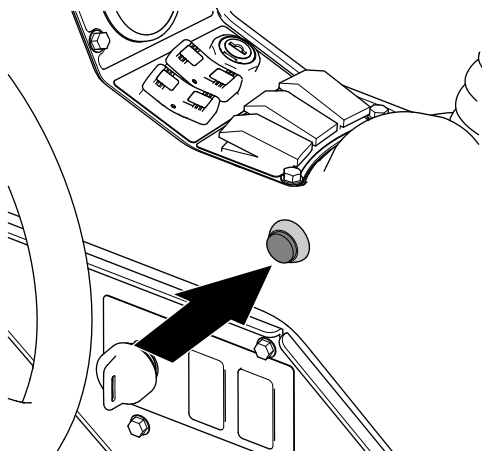

Figura 274
7. En la máquina, mueva el interruptor de sección maestro a la posición de ACTIVADO (). Figura 274